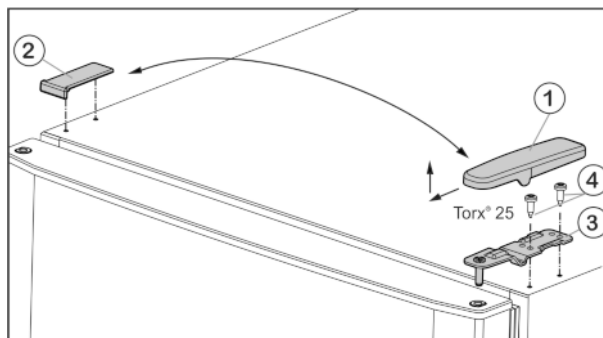
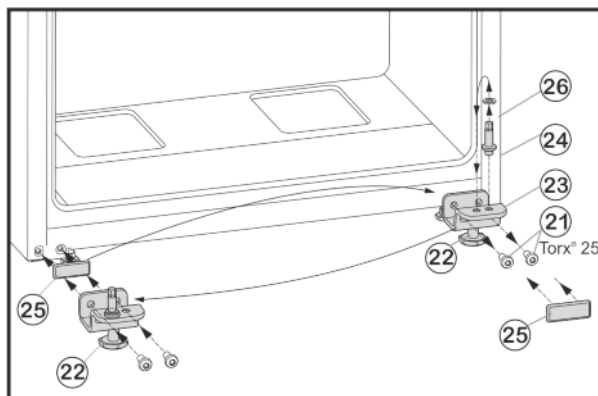

Fig. 4
Fig. 6
- Kryt Fig. 4 (1) stáhněte dopředu a nahoru.
- Kryt Fig. 4 (2) zvedněte.
- Horní stojan ložiska *Fig. 4 (3)* odšroubujte (2 krát Torx® 25) *Fig. 4 (4)* a stáhněte nahoru.
- Upevňovací šrouby *Fig. 6 (21)* odšroubujte.
- Vyjměte spodní stojan ložiska *Fig. 6 (23)* i s ložiskovým čepem *Fig. 6 (24)*, podložkou *Fig. 6 (26)* a seřizovací nožkou *Fig. 6 (22)*.
- Ložiskový čep *Fig. 6 (24)* kompletně odšroubujte i s podložkou *Fig. 6 (26)*, přemístěte do protilehlého upínacího otvoru stojanu ložiska a opět přišroubujte.
- Krycí desku *Fig. 6 (25)* opatrně sejměte a přemístěte ji na protější stranu.
- Spodní stojan ložiska *Fig. 6 (23)* opět kompletně, i s ložiskovým čepem *Fig. 6 (24)*, podložkou *Fig. 6 (26)* a seřizovací nožkou *Fig. 6 (22)*, případně s pomocí akumulátorového šroubováku **silou (4 Nm)** našroubujte na nové straně závěsu dveří.
- Spodní dveře nasadte shora na ložiskový čep *Fig. 6 (24)*.
- Prostřední stojan ložiska (13) otočený o 180° nasadte do spodních dvířek a našroubujte jej pomocí upevňovacích šroubů (11) (2 x Torx® 25) pevně na novou stranu závěsu dveří (4 Nm).
- Opět nasadte plastovou podložku (10).
- Horní dvířka usadte na prostředním ložiskovém čepu (13).
- Horní stojan ložiska *Fig. 4 (3)* vložte na nové straně závěsu do dvířek.
- Horní stojan ložiska **pevně přišroubujte (4 Nm)** (2krát Torx® 25) *Fig. 4 (4)*. Popřípadě použijte akumulátorový šroubovák.
- Kryt *Fig. 4 (1)* na opačné straně zvenčí nasadte a nechte zaklapnout.
- Kryt *Fig. 4 (2)* vždy na opačné straně shora nasadte a nechte zaklapnout.
- Seřizovací nožku *Fig. 6 (22)* na spodním stojanu ložiska *Fig. 6 (23)* vytáchejte, až dosedne na zem.